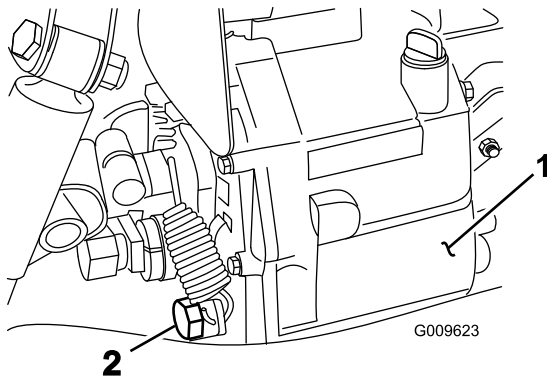

Figura 66
- Retire el tapón de vaciado del lado del depósito y deje que se drene el fluido hidráulico en el recipiente (Figura 66).